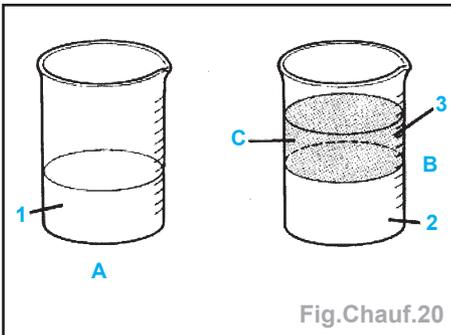

Fig.Chauf.20
- Vidanger le compresseur neuf (B) et récupérer l'huile dans un récipient transparent identique au (A).
- Verser dans le nouveau compresseur une quantité d'huile égale à celle récupérée dans le compresseur (A) :
- éliminer la quantité $C = B - A$ (Fig.Chauf.20).